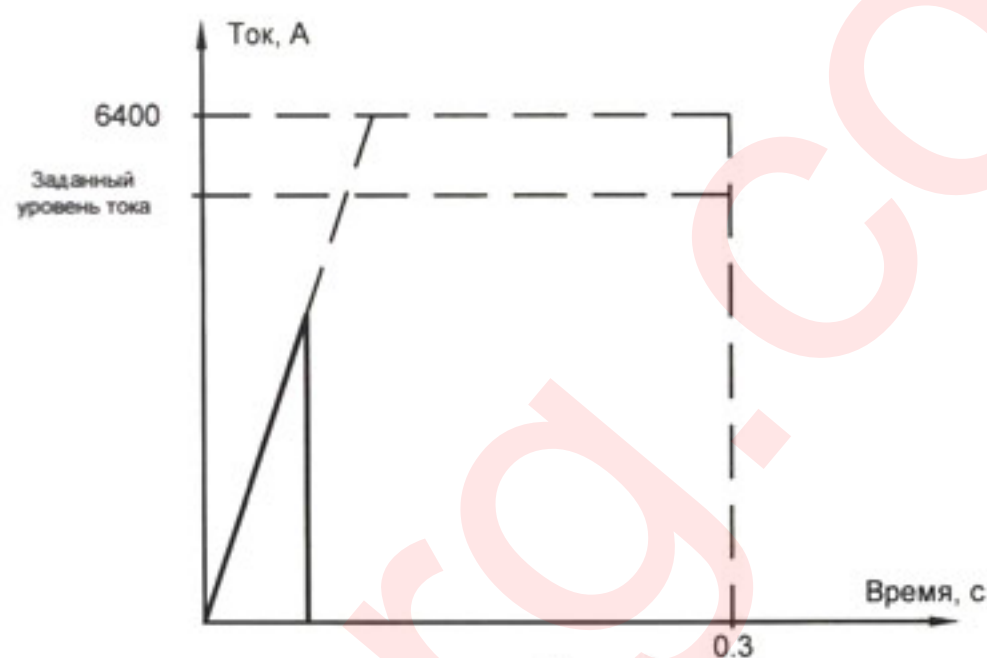

Рис. 5.
1. ВАР отключается во время фронта нарастания тока (рис. 5).